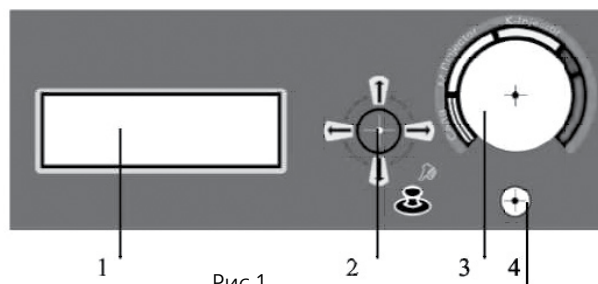

Рис.1
6. Соедините топливную рампу с топливопроводным шлангом с помощью разъема (1).
8. Запустите стенд при помощи джойстика (2) (рис. 1) ► (Start/«Пуск»).